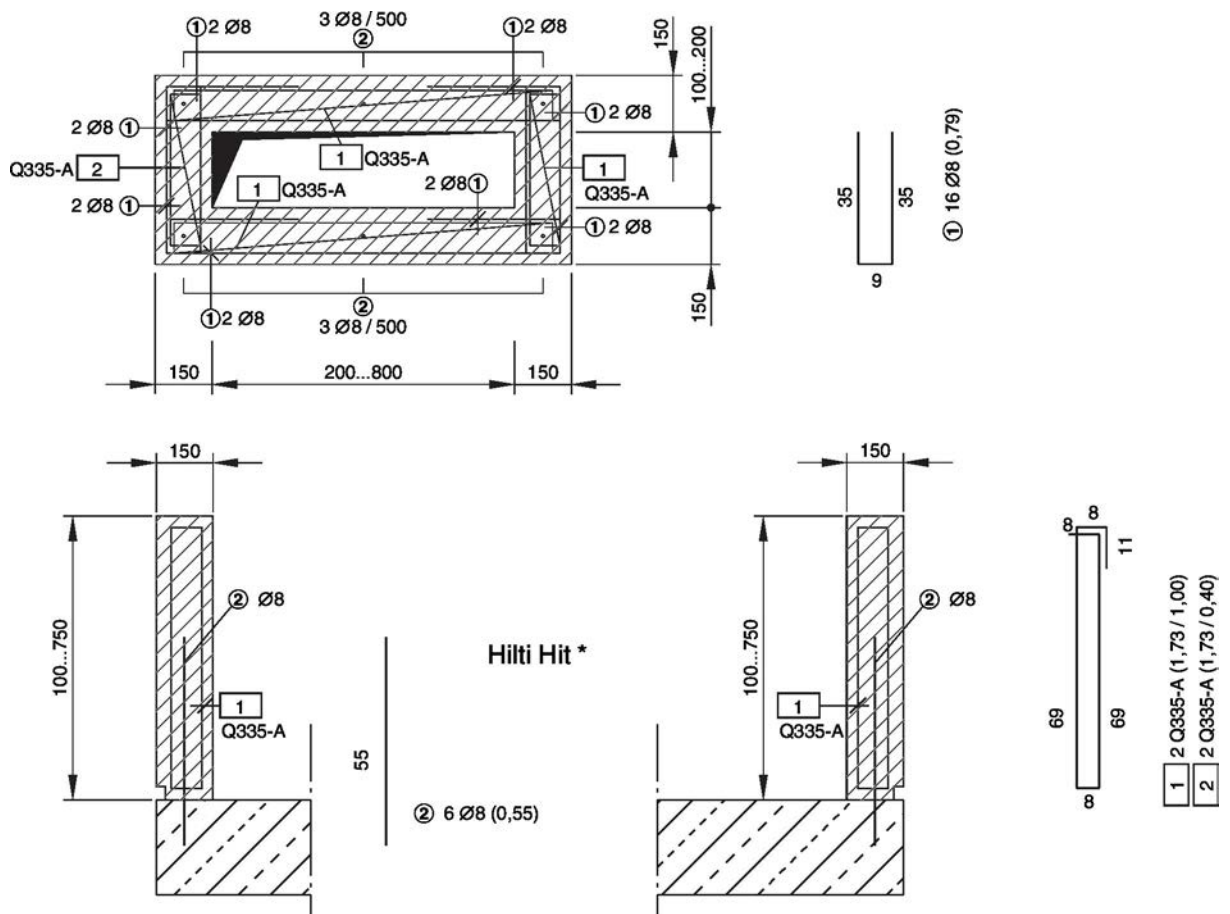

Abb. 24: Bewehrungsplan Betonsockel, Höhe 100 - 750 mm
- ▶ Betonsockel herstellen, Bewehrungsplan (oder gleichwertig, z. B. mit Baustahlmatten) siehe Abb. 24.